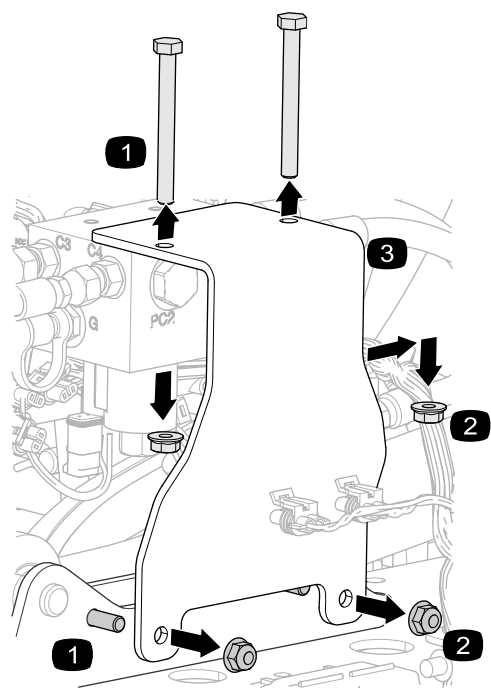

Figura 11
1. Retire las tuercas y los pernos que sujetan el soporte de montaje al distribuidor de los cilindros de elevación y la placa de montaje (Figura 11).